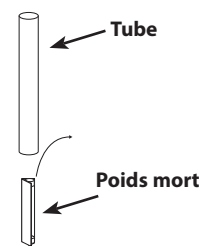

FIGURE 24 (Modèles LP)
- ### 16b. Pour les modèles LP : retirez le poids mort de l'ensemble d'évent principal à l'arrière de la friteuse en soulevant le tube. Le poids mort se trouve sous le tube. (Voir Figure 24). Rincez le poids mort et le tube (à l'intérieur et à l'extérieur) à l'eau chaude dans l'évier. Séchez-les à l'aide d'une serviette. Remontez le poids mort et le tube. Vérifiez le joint torique à l'endroit où le tube de ventilation se raccorde.